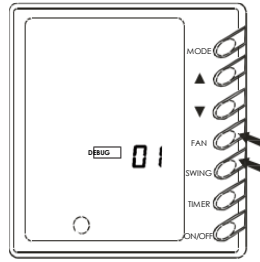

Fig.7
4.3.10 Impostazione del sensore (Fig.7)
4.3.10 Sensor setting (Fig.7)